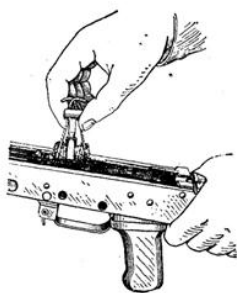

Рис. 32. Извлечение спускового
- *отделить шептало одиночного огня, замедлитель курка и спусковой крючок*: удерживая автомат (пулемет) левой рукой за ствольную коробку, правой с помощью выколотки нажать на рычаг автоспуска и разъединить шептало автоспуска с курком; спустить курок с боевого взвода; тонким концом выколотки поднять левый конец боевой пружины и пальцами завести его за боевой взвод курка; отверткой вывести длинный конец пружины автоспуска из кольцевой проточки оси спускового крючка; выколоткой продвигая ось спускового крючка влево, вынуть ее; постепенно вынимая выколотку, пальцами левой руки извлечь из ствольной коробки шептало одиночного огня, его пружину, пружину замедлителя и замедлитель курка; выколоткой поднять вверх правый конец боевой пружины и пальцами завести его за боевой взвод курка; нажимая указательным пальцем левой руки снизу на хвост спускового крючка, приподнять спусковой крючок и правой рукой извлечь его из ствольной коробки (рис.32);